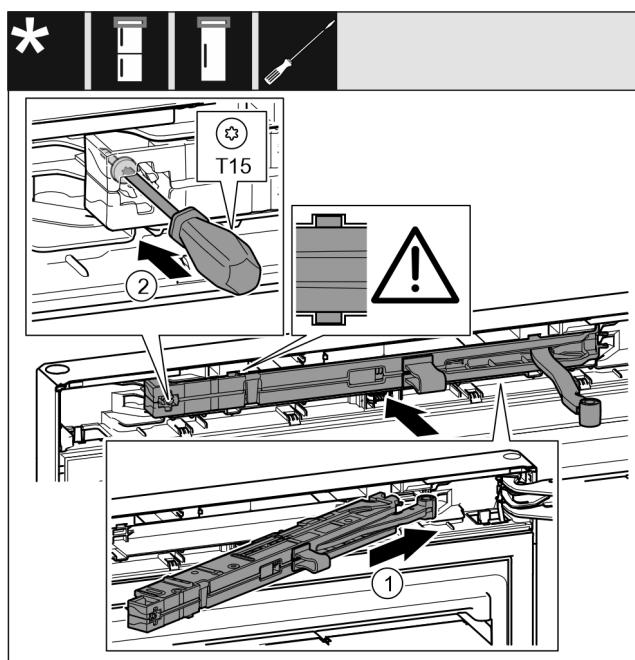

Fig. 29
- Empuje la unidad del amortiguador de cierre Fig. 29 (1) hacia el hueco sobre el lado del soporte del cojinete en ángulo hasta el tope.
- Apriete el tornillo Fig. 29 (2) con un destornillador.